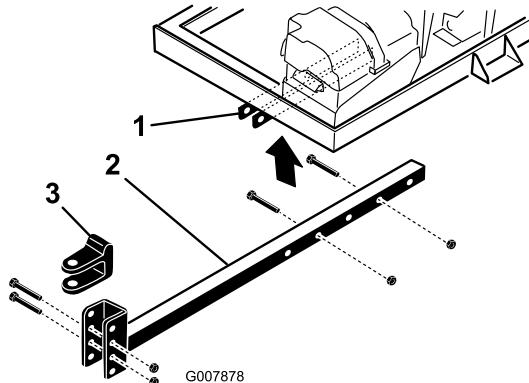

图 4
2. 将挂钩管插入机架支架图 4。用 2 个螺栓  $\frac{3}{8}$  x 3 英寸和凸缘螺母  $\frac{3}{8}$  英寸将挂钩管固定到机架上并上紧扭矩至 40N·m。
- 卸下将挂钩 U 形销 图 4 固定到挂钩管上的螺栓和锁紧螺母。
- 卸下将挂钩管固定到机架支架的螺栓和螺母 图 4。